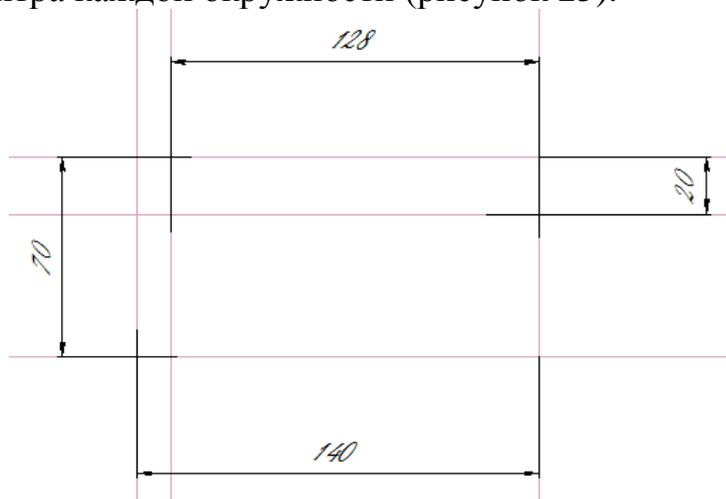

Рисунок 25.
2. С помощью команд **Вспомогательные прямые** построить по размерам горизонтальные и вертикальные вспомогательные прямые для определения центра каждой окружности (рисунок 25).